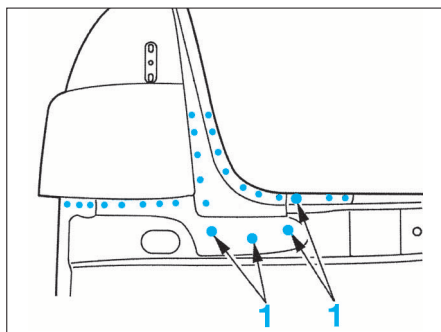

FIG. 74
- Souder par points bouchons à l'arc sous gaz protecteur (1) (Fig.74).